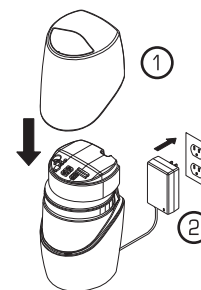

Fig. 49
3. **Coloque** la cubierta superior en la base ①. **Conecte** el adaptador eléctrico a la toma de corriente ② (Fig. 49)